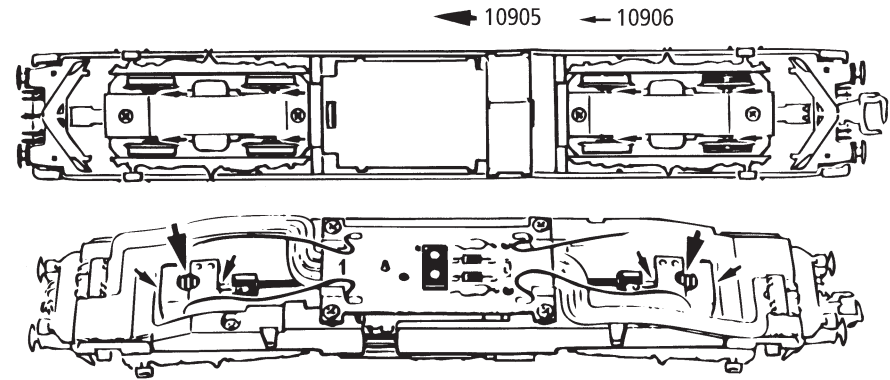

Fig. 10
**5. Kohlebürstenwechsel:** Lokgehäuse abnehmen (Fig. 3). Danach wird der **Motor ausgebaut** und die **Kohlebürsten ausgewechselt** (Fig. 10).
**5. Remplacement des balais du moteur:** Démontez la caisse (voir fig 3). Démontez ensuite le moteur et échangez le balais (fig. 10).
**5. Het vervangen van de koolborstels:** Loc-kap verwijderen (Fig. 3). Daarna tilt u de motor eruit en kunt u de borstels vervangen (Fig. 10).